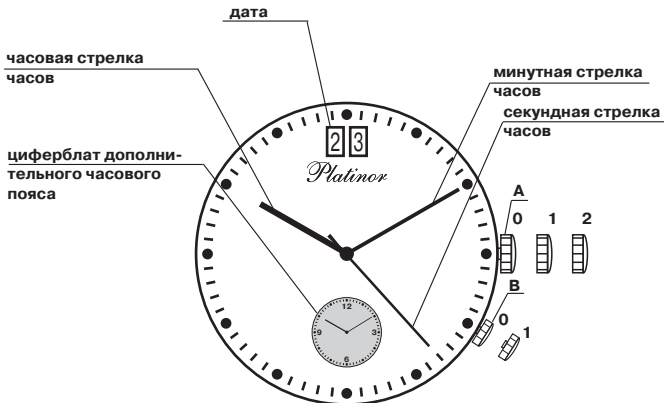

Рис. 13
- Выдвинуть заводную головку "А" в положение 2 (здесь и далее – рис.13).